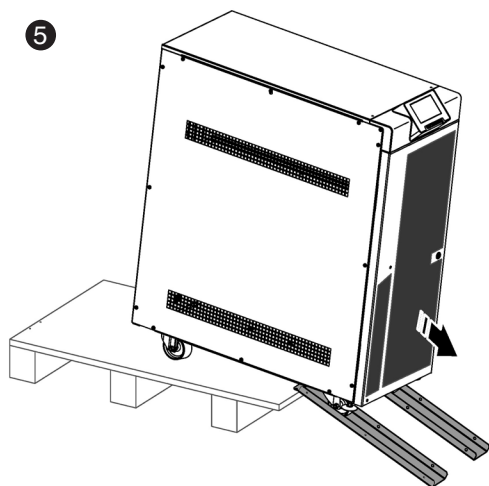

Fig. 26. Descenso del equipo del palet.
- ➎ Proceder a bajar el equipo del palet (Fig. 26).